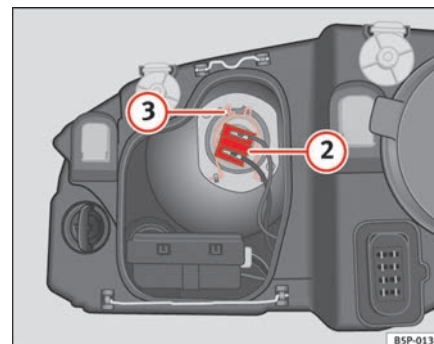

Abb. 161 Abblendlicht
- Ziehen Sie den Stecker ⇒ Seite 257, Abb. 161 ② von der Lampe ab.
- Die Haltefeder ⇒ Seite 257, Abb. 161 ③ durch Eindrücken und Rechtsdrehung abnehmen.